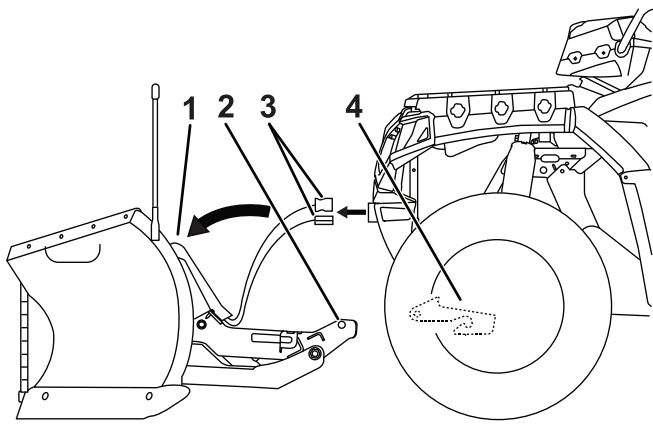

Bild 18
3. Senken Sie mittels dem Kupplungsgriff die Kupplungssäule vollständig nach unten ab (Bild 18).
4. Trennen Sie den Kabelbaum des Schilds vom Kabelbaum des Fahrzeugs und bringen Sie die Staubschutzkappen der elektrischen Anschlüsse an (Bild 18).